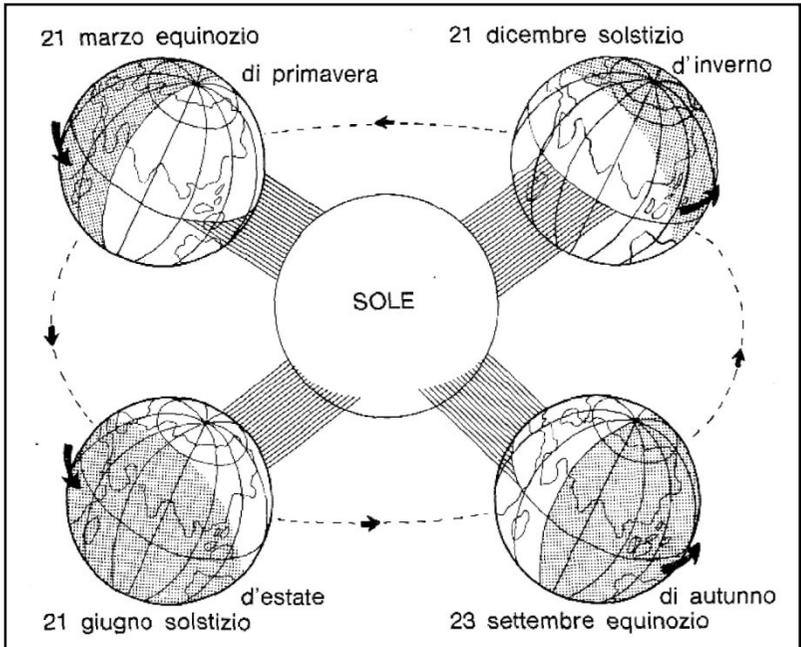

FIG. 37 – TERRA (EQUINOZI E SOLSTIZI)
2) **RIVOLUZIONE**, in un anno, intorno al sole, su un'orbita ellittica (chiamata eclittica); l'anno solare dura esattamente 365 giorni (più 5 ore, 48 minuti e 46 secondi); queste 6 ore circa ($6 \times 4 = 24$ ore) ogni 4 anni (detti **bisestili**) si aggiungono al mese di febbraio che avrà così 29 giorni; l'inclinazione dell'asse terrestre provoca inoltre le stagioni (Primavera, Estate, Autunno e Inverno). **FIG. 37**